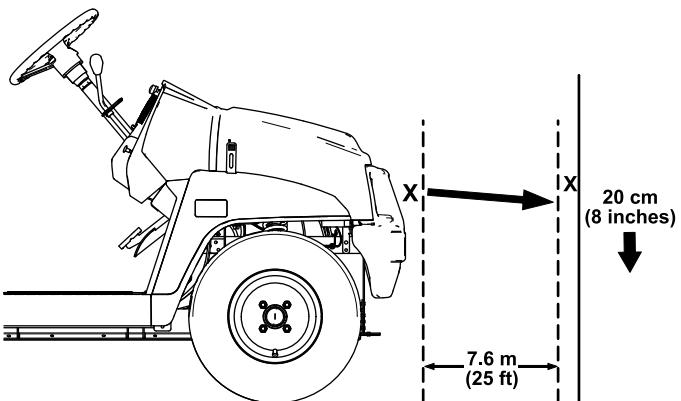

Figura 51
1. Aparque la máquina en una superficie nivelada con los faros a unos 7.5 m (25') de una pared (Figura 51).
La parte más brillante del haz del faro debe estar a 20 cm (8") por debajo de la señal hecha en la pared (Figura 51).